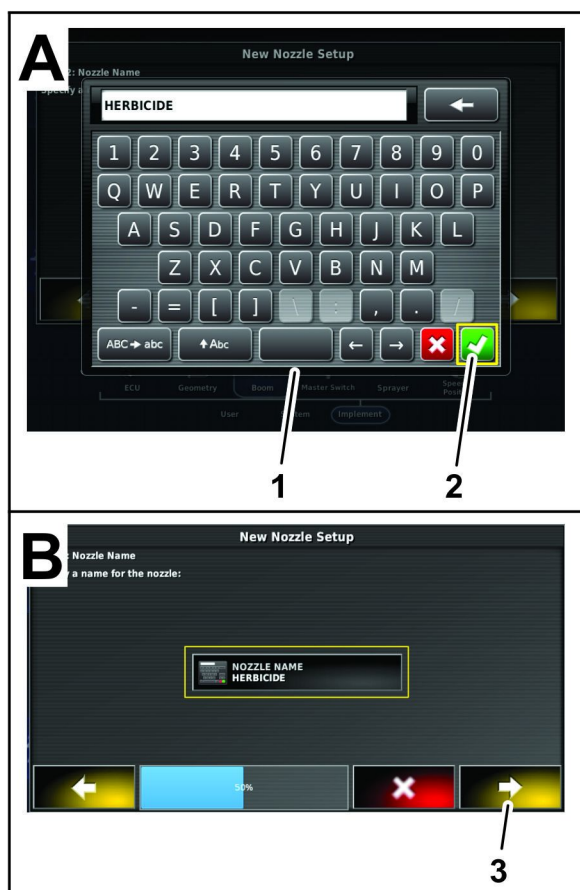

Figura 79
7. Inserite il nome dell'ugello mediante la tastiera a video, quindi premete l'icona di Conferma (Figura 79).
8. Nella finestra di dialogo per l'impostazione del nuovo ugello – passaggio 2, premete l'icona di Conferma (Figura 79).
9. Nella finestra di dialogo per l'impostazione del nuovo ugello – passaggio 3, premete l'icona di Conferma (Figura 79).